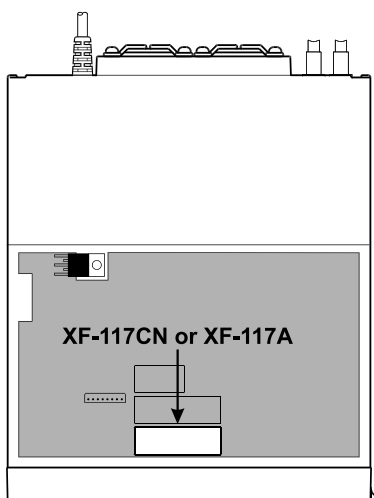

Figura 2
3. Tomando la Figura 2 como referencia, retire el panel frontal del transceptor, sacando al mismo tiempo el conector perteneciente al micrófono.
4. Tomando la Figura 2 como referencia, saque los seis tornillos que sujetan la placa de circuitos al chasis. Retire los cuatro cables coaxiales indicados, como también los dos cordones planos, de modo de plegar el tablero hacia adelante (como se ilustra en la Figura 2).
5. Refiérase nuevamente a la Figura 2 para determinar la posición de los filtros de F.I. Empuje el o los filtros que ha de instalar en las ranuras correspondientes dentro del tablero de circuitos.